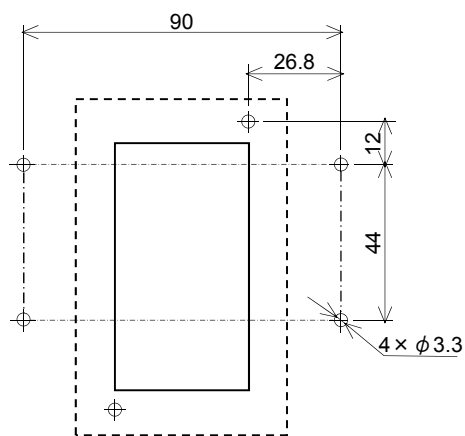

図7 形番H69A代替時
- (3) ダクトに取付用下穴として $\phi 3.3$ の穴を4か所あけます。
- (4) 検出端挿入部用の穴として、形番H69A代替時は、取り付けてあった角穴を利用します。(図7参照)